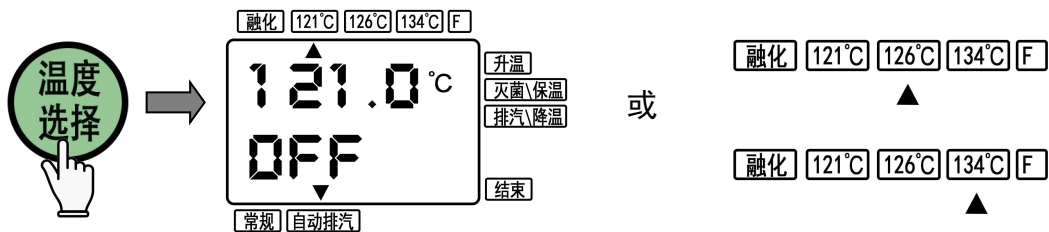

图 11
- ❶ 对散装的未经包扎的颗粒状、线条状或加热后易膨胀的物品严禁进入灭菌器内进行灭菌，否则容易堵塞安全阀气孔造成控压装置失灵而产生锅体爆裂事故。
- ❷ 严禁将强酸碱类物品、散装颗粒物、受热膨胀物品、易燃易爆物品、密闭的容器（尤其玻璃器皿类）、不耐高温的物品、易挥发、有毒、有污染以及不宜用蒸汽灭菌的物品等放入灭菌器内灭菌。
①设置灭菌温度：根据灭菌物选择灭菌周期，本产品预设“121℃”、“126℃”、“134℃”三个一键制操作模式，按“温度选择键”选取所需的一键制温度（图 11）。注：一键制模式下灭菌温度都有相对应的灭菌默认时间，121℃—20min、126℃—15min、134℃—4min，融化功能请见第 7 章《控制面板说明》。